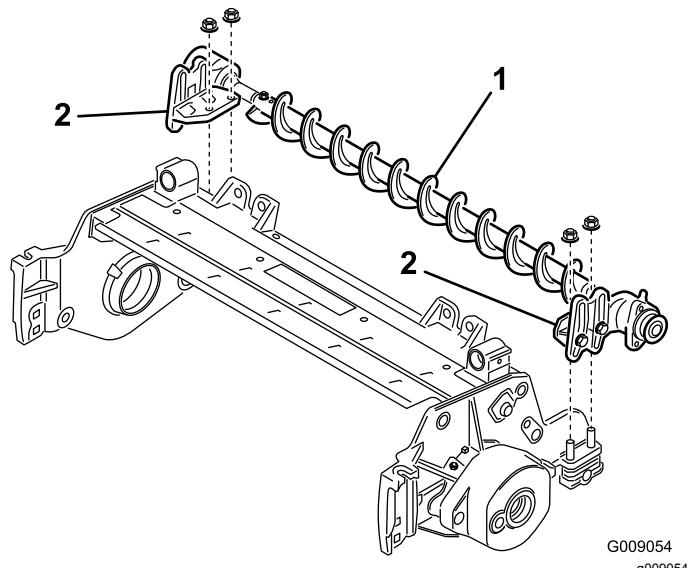

Figura 8
7. Posizionate le staffe di montaggio della spazzola per rullo sui bulloni della staffa del rullo (Figura 8).